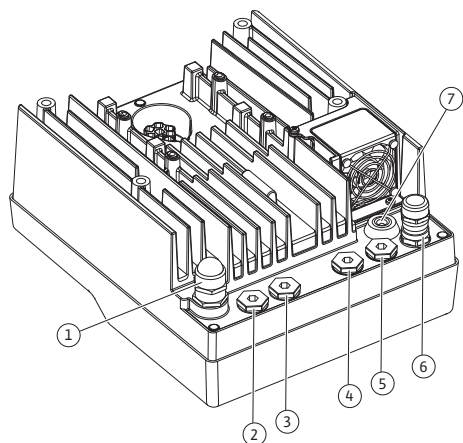

Fig. 23: Кабельные втулки / кабельные вводы (0,37 ... 7,5 кВт)
На электронном модуле (Fig. 23) находятся шесть кабельных вводов для клеммной коробки. Кабель к источнику питания электроклапана установлен на электронном модуле еще на заводе-изготовителе. Необходимо соблюдать требования по электромагнитной совместимости.
4. Провести кабель электропитания через кабельный ввод M25 (Fig. 23, поз. 1, для 0,37...7,5 кВт).